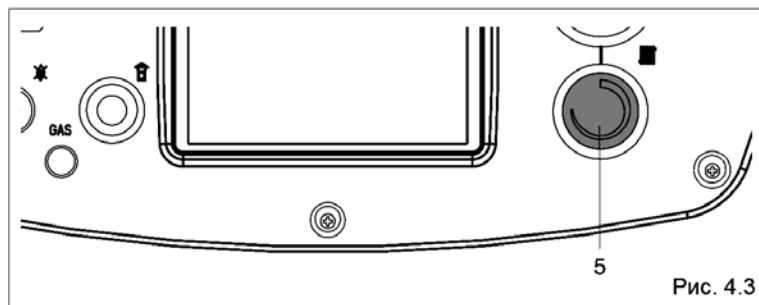

Рис. 4.3
- установите термостат котла (5) на нужную температуру (рис. 4.3)